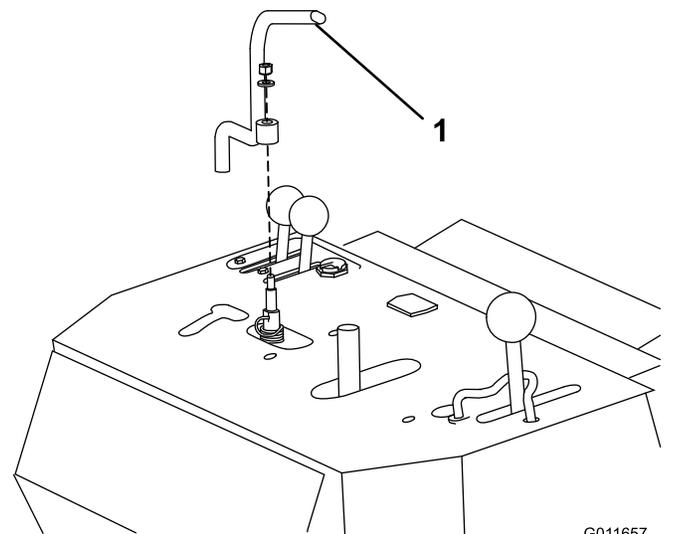

Bild 5
4. Schließen Sie die Feder vom Hydraulikhebel ab und nehmen sie ab, wie in Bild 5 dargestellt.